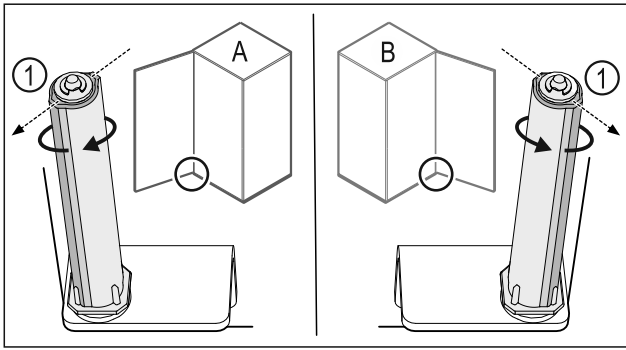

Fig. 39 Linksanschlag (A) / Rechtsanschlag (B)
- Schließsystem gegen den Widerstand drehen, bis der Steg des Schließsystems Fig. 39 (1) nach außen zeigt.